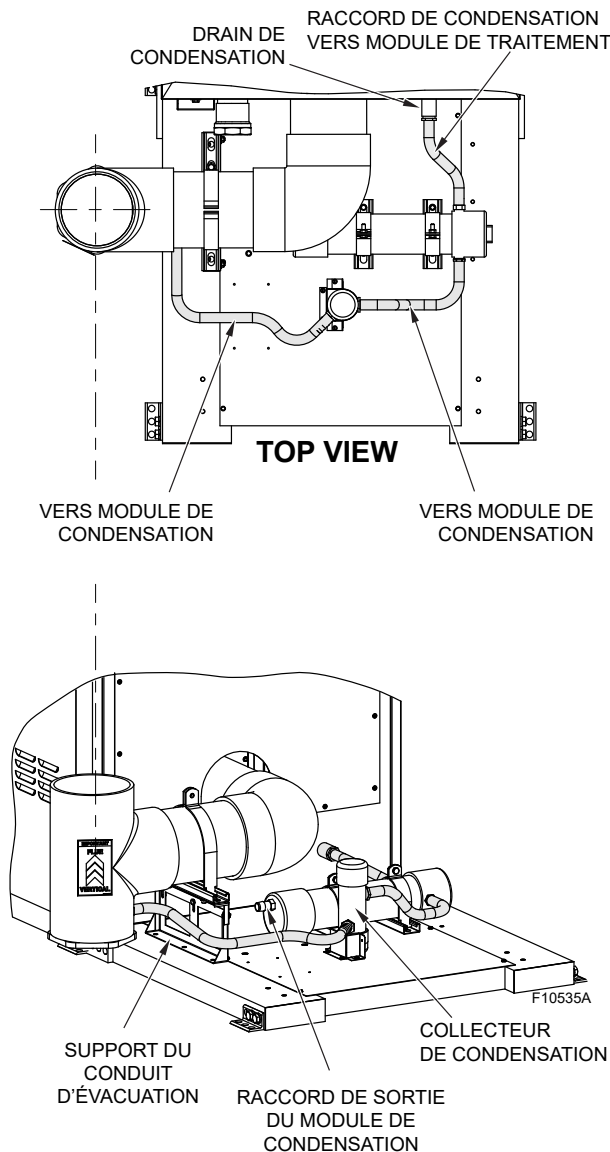

Figure 7. Installation optionnelle
7. Repérez les trois tubes en caoutchouc sur la Figure "Orientation standard", voir **Figure 7**.
9. Retirez le support d'évacuation et le support de montage de la base du module de traitement des condensats et déplacez-le comme indiqué à la **Figure 6** et à la **Figure 7**.
10. Installer le module de traitement des condensats dans le sens opposé, comme indiqué à la **Figure 7**.
14. Installez le coude d'évacuation et le té d'évacuation comme indiqué à la **Figure 7**.